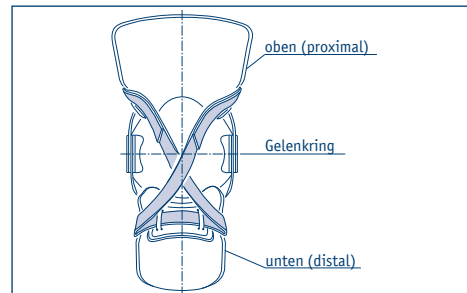

Abb. 4: Hintere Schublade
- Der Kreuzgurt wird um 180° verdreht in die Polsterlaschen eingefädelt. Nach Durchziehen durch die Befestigungslaschen am distalen (unteren) Gelenkring kreuzförmig nach proximal (oben) führen und dort befestigen (Abb.4).